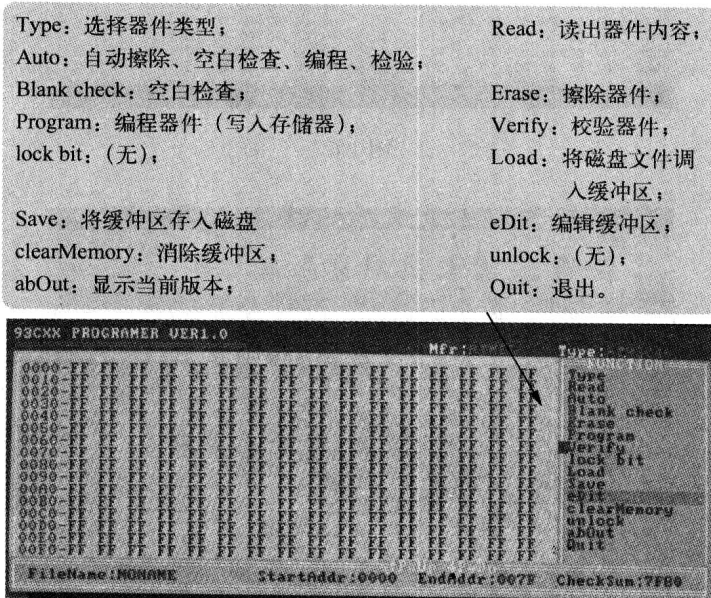

图 1-5 93C × × 系列存储器操作界面
(1) 将存储器数据保存到计算机中
- ① 双击“93××”图标,屏幕上出现操作界面,如图 1-5 所示。
- ② 单击“Type”项,选择 93C 系列存储器的型号。